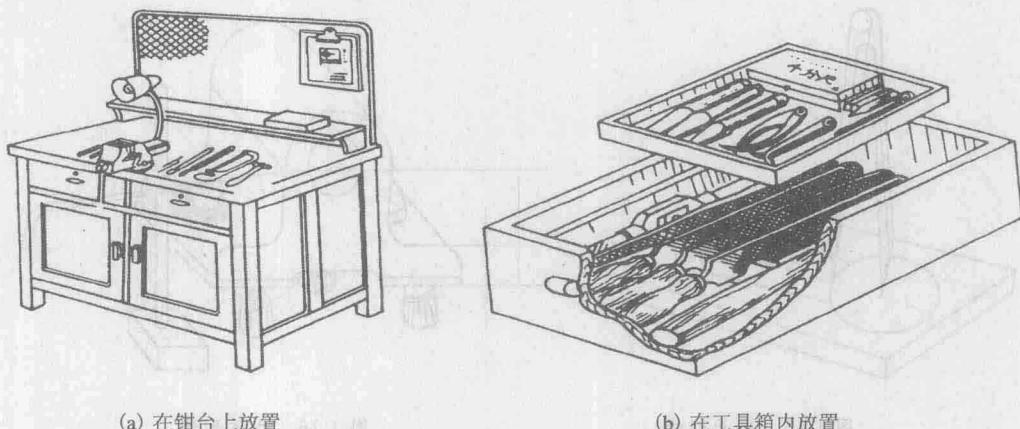

图 1-14 工、量具的放置
(1) 工作场地要保持清洁、整齐。
(2) 工、量具的放置要整齐、合理,如图 1-14 所示。